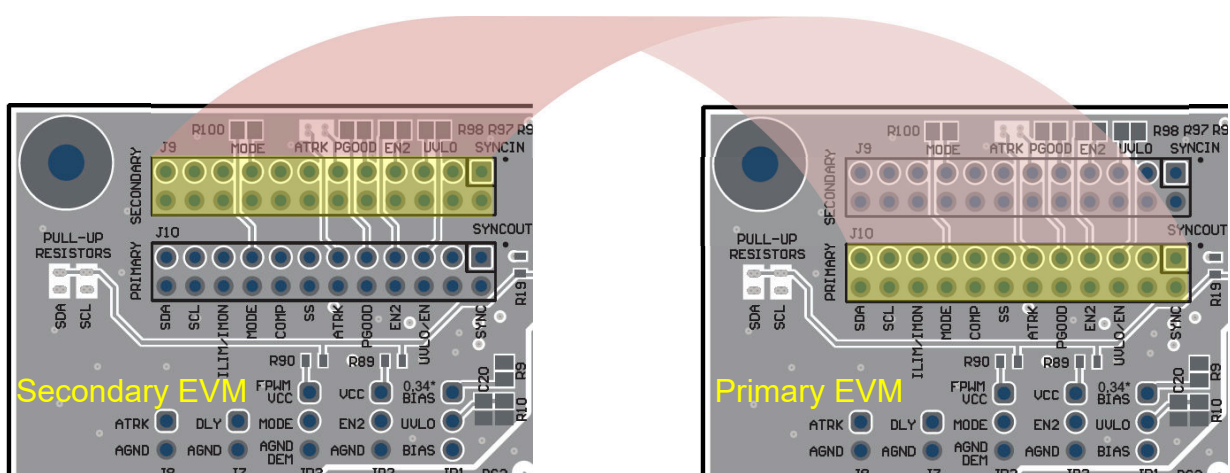

图 4-2. 使用带状电缆连接主 EVM 和辅助 EVM
4. 使用带状电缆连接主 EVM 的 J10 和辅助 EVM 的 J9。请参阅图 4-2。